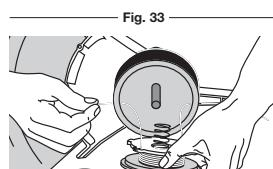

Fig. 34
13. Inserte los extremos de la línea a través de los ojalillos de la bobina exterior y coloque el carrete interior con el resorte dentro de la bobina exterior (Fig. 34). Empuje el carrete interior y la bobina exterior entre sí. Mientras sostiene el carrete interior y la bobina exterior, tome los extremos y tire con firmeza para soltar la línea de las ranuras de fijación de la bobina.
5. Inserte los extremos de la línea en los ojalillos de la bobina exterior (Fig. 34).